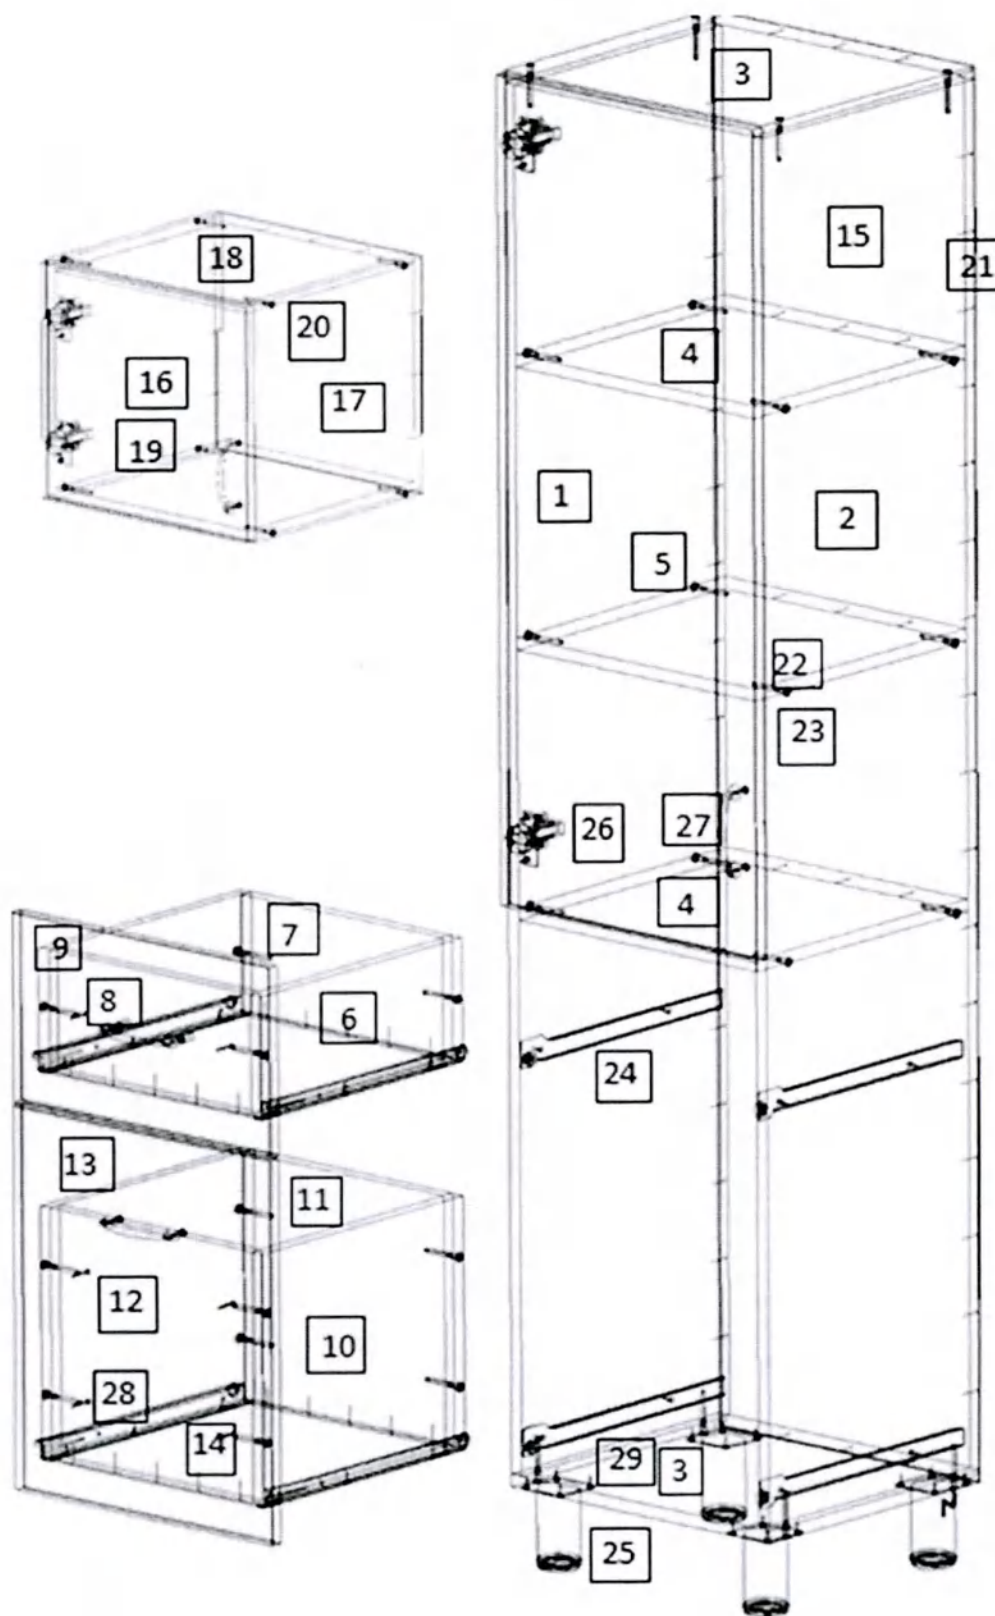

Рис.1
1. Внимательно ознакомьтесь со схемой сборки, изображённой на рис. 1, сверяясь со спецификацией на изделие. Согласно схеме и спецификации определите расположение деталей в изделии и порядок их сборки. Сборка производится на ровном полу, укрытом материалом, предотвращающим повреждение покрытия пола и деталей мебели. В качестве такого материала возможно использовать упаковочный гофрокартон. Подготовьте необходимые для сборки инструменты – плоскую и крестовую отвёртки, молоток, рулетку или линейку, шуруповёрт.
2. На боковых стенках (1,2) шурупами 4×16 (24) закрепите [- образные части направляющих (19) и ответные планки петель (21).
3. Евровинтами (17), как показано на рис.1, соедините боковые стенки (1,2) с горизонтальными стенками (3,4). Заднюю стенку (7) закрепите к собранному каркасу шкафа гвоздями (16). При помощи шурупов 4x16 (24) установите на горизонтальной нижней стенке (3) регулируемые опоры (20). На видимые головки евровинтов (17) установите заглушки (18).
4. На двери шурупами 4×16 (24) закрепите петли (21). Установите ручку (22). Дверь (5) закрепите к боковой стенке шкафа (1) шурупами 4×16 (24). При необходимости отрегулируйте положение двери винтами петель.
5. Сборка ящиков. Евровинтами (17) соедините боковые стенки ящика (10) с передней (12) и задней (11) стенками. Дно ящика (14) закрепите к передней (12) и задней (11) стенке гвоздями (16). Установите роликами назад]- образные части направляющих (19) и закрепите их шурупами 4×16 (24). Шурупами 3.5×30 (23) закрепите фасад (13) к передней стенке ящика (12). Установите ручку (22). Установите собранный ящик в корпус шкафа.